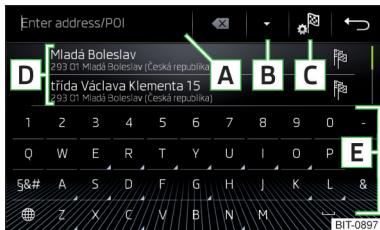
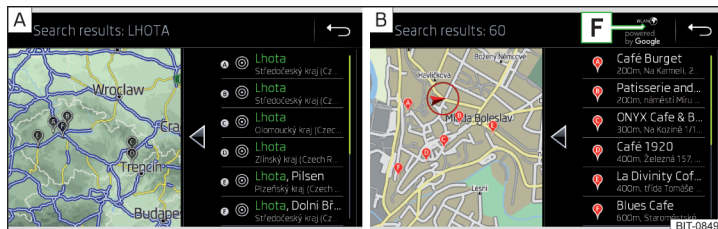

Fig. 164
Fig. 165 Lista destinațiilor căutate: în datele de navigație/online
Suprafețe de comandă funcții » fig. 164 și » fig. 165
În zona **D** » fig. 164, se afișează o listă a destinațiilor căutate.
- ▶ **sa:** Atingeți suprafața de comandă funcții **[B]** » fig. 164.
- 📍 Destinații căutate în datele de navigație » fig. 165 - **[A]**.
- 📍 Destinații căutate online » fig. 165 - **[B]**.
În meniul pentru căutarea destinației, în zona **D** » fig. 164 la pagina 148, se afișează o listă scurtă cuprinzând ultimele destinații.